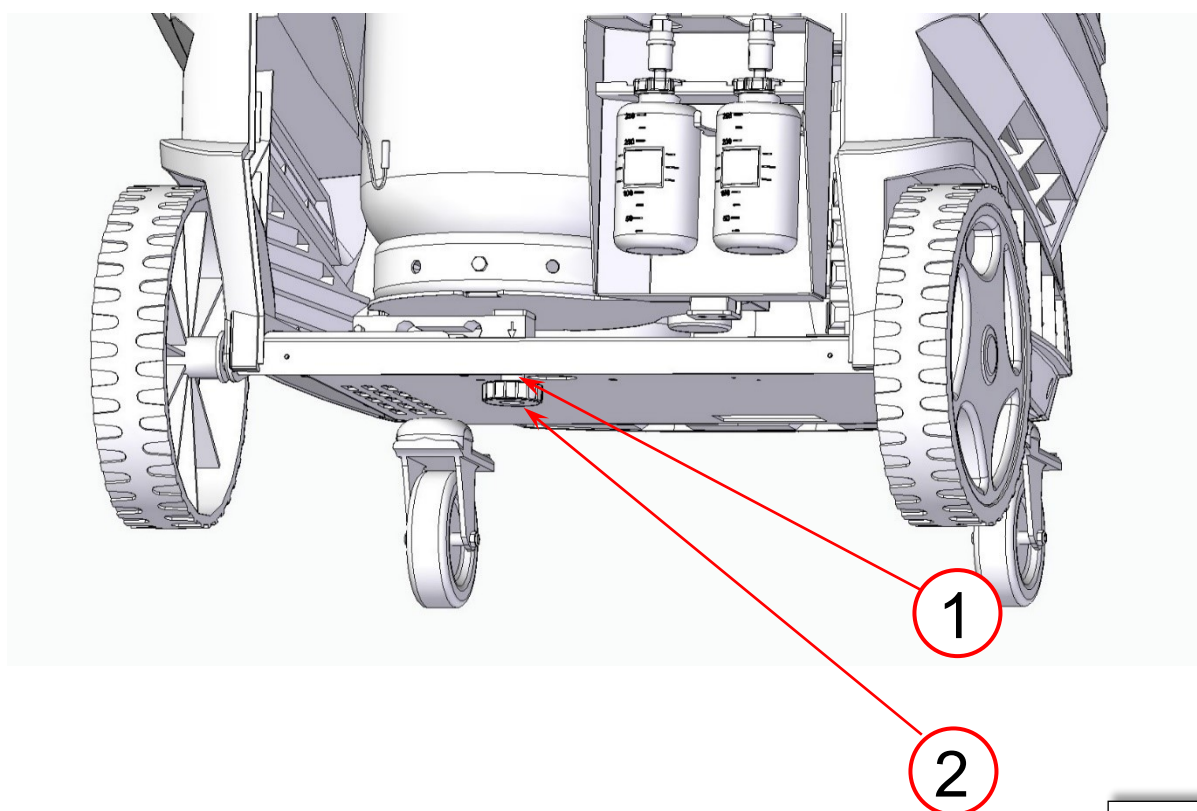

FIG. 3
1. Para remover as proteções sob a escala de refrigerante, a porca de travamento deve estar desobstruída (ref.1, Fig.3), o botão (ref.2, Fig.3) deve ser desparafusado, removido e armazenado lugar seguro.
2. Aperte o botão (ref.2, Fig.3) até que o display mostre a disponibilidade ZERO. Aperte a porca (ref.1, Fig.3)